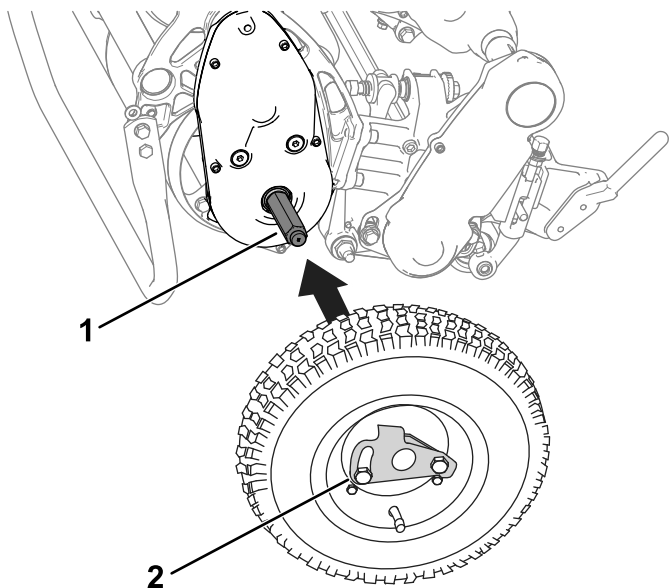

図 25
2. アクスルに車輪を取り付ける 図 25。
3. ロッキングクリップ 図 25を開き、タイヤを奥に押し込む。